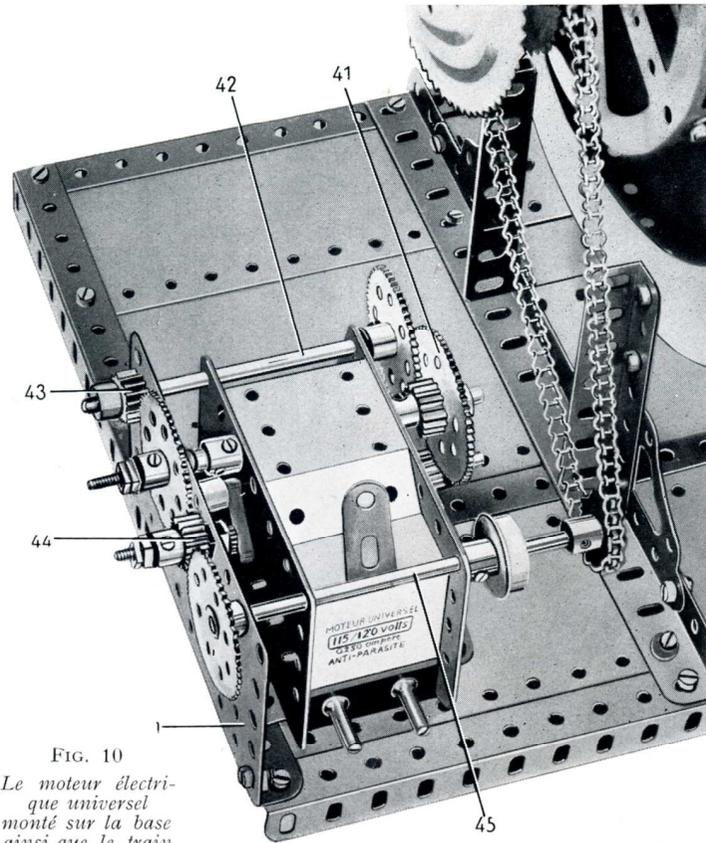

FIG. 10
Un moteur électrique universel est boulonné par ses rebords sur la base (fig. 10) et un pignon de 15 dents monté sur son arbre entraîne une roue de 60 dents (41) fixée sur une tringle qui passe dans les flasques du moteur. Un pignon de 19 dents monté sur la même tringle entraîne une roue de 57 dents fixée sur une tringle (42) qui porte également un pignon de 19 dents (43). Ce dernier engrène avec une roue de 57 dents qui tourne librement sur un boulon de 28 mm., mais qui est maintenue sur le boulon par des contre-écrous. Ce boulon est d'abord muni d'un écrou et d'une rondelle et il est ensuite passé dans la plaque sans rebords (1) et il est fixé en place par un autre écrou. La roue de 57 dents entraîne un pignon de 19 dents (44) qui est monté sur un boulon de 28 mm. de la même façon que la roue dentée, et le pignon à